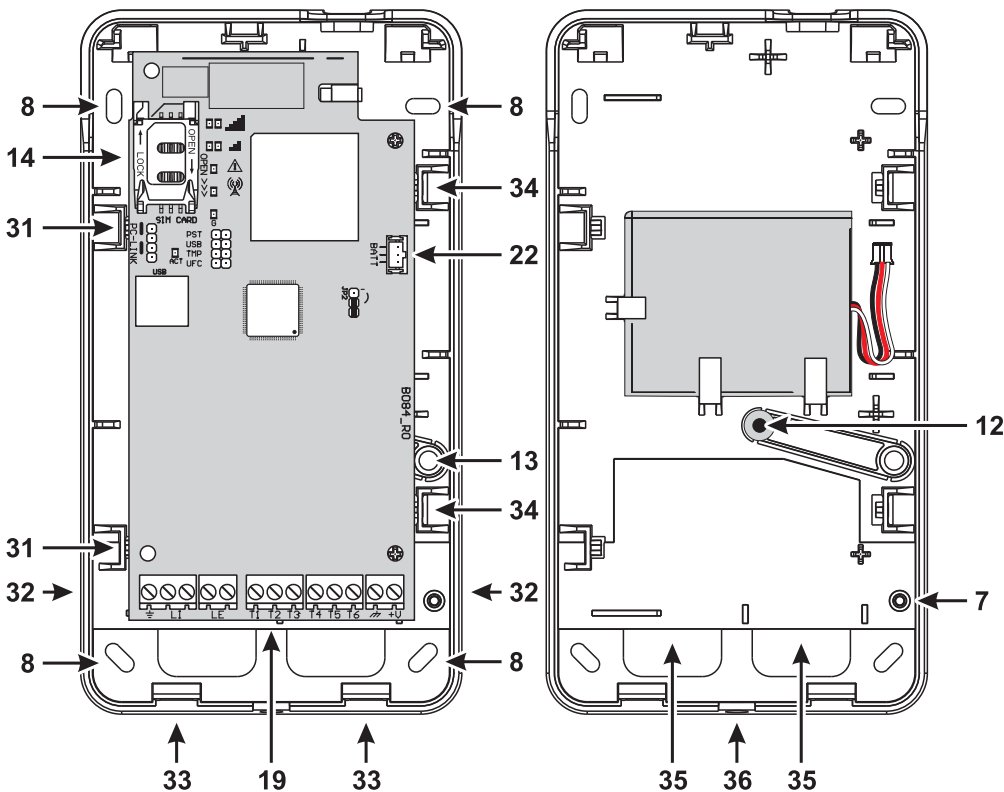

Figura 4 – Instalação do comunicador com caixa.
A versão com caixa deve ser montada em uma parede com parafusos e plugues (não incluídos), conforme descrito abaixo e mostrado na figura 4.
4. Encaixe a bateria como mostrado na figura 4.